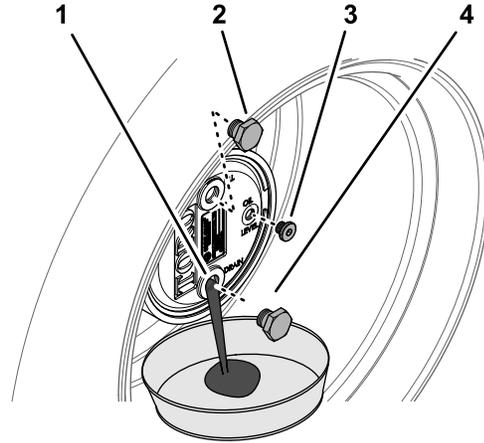

Figura 101
2. Retire o tampão de enchimento da posição das 12 horas e o tampão de verificação da posição das 3 horas (Figura 101).
3. Coloque o recipiente de escoamento por baixo do cubo da roda, retire o tampão de drenagem e deixe o óleo escorrer até drenar completamente (Figura 101).
5. Instale o tampão de drenagem no orifício de drenagem da caixa da engrenagem planetária (Figura 101).